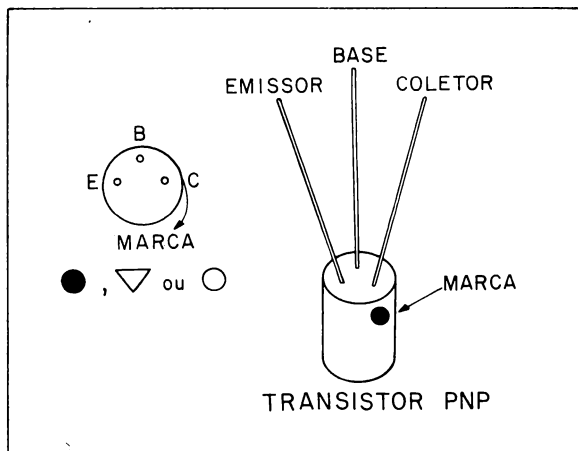

FIGURA 7
- (X) 36 - De maneira similar, introduza entre as espiras da parte inferior da mola 43 a ponta estanhada do fio verde.
- (.) 37 - Pegue um transistor PNP (2SB) que tem invólucro metálico. Observe que na parte lateral do invólucro há uma pequena marca, que pode ser uma pinta, uma flexa ou um pequeno círculo; o fio que está mais próximo dessa marca corresponde ao coletor, o fio do centro corresponde à base e o outro fio ao emissor (veja a figura 7).